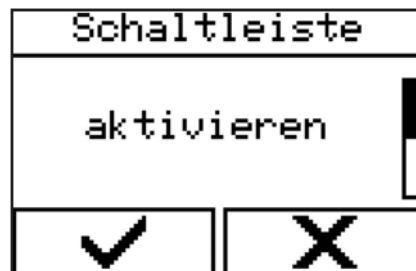

Abbildung 104 - Schaltleiste aktivieren
2. „Schaltleiste aktivieren“ (Abbildung 104) auswählen.